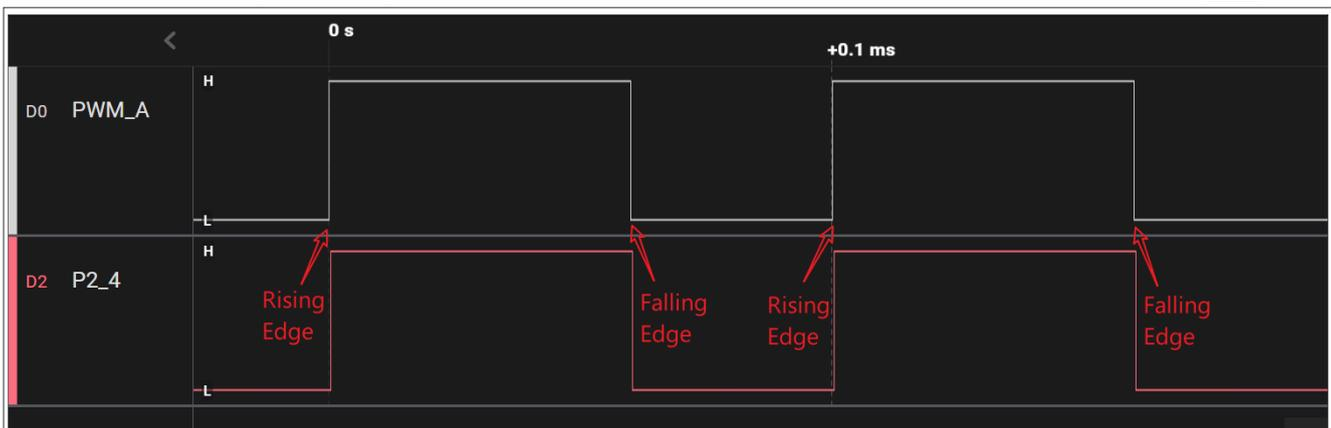

图37. E-Capture波形 (INP_SELB = 0)
- 当SM0CAPCTRLB[INP_SELB] = 0时，捕获0被设置为捕获上升沿，捕获1被设置为捕获下降沿，如图37所示。